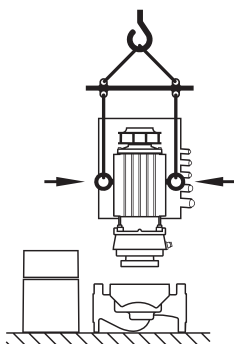

Fig. 9: Preprava motora
- Ak je to potrebné, napr. v prípade opravy, môžu sa prepravné oká premiestniť z príruby motora na teleso motora (pozri napr. Fig. 9). Pred inštaláciou prepravných ôk na telese motora sa dištančné vložky musia vyskrutkovať z otvorov pre prepravné oká (Fig. 7, pol. 20b) (pozri kapitolu 10.2.1 „Výmena mechanickej upchávky“ na strane 49).
- Ak sa z príruby motora premiestňujú alebo budú premiestňovať prepravné oká a následne montovať na teleso motora, potom ich možno použiť len na prenos, resp. prepravu nástrčného bloku (Fig. 9), a nie na prepravu celého čerpadla, a ani na oddelenie nástrčného bloku od telesa čerpadla.